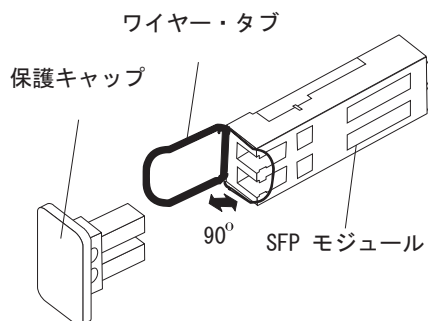

図 29. SFP モジュール・ラッチのアンロック - ワイヤー・タブの場合
- ・ワイヤー・タブが入っている SFP モジュールの場合は、62 ページの図 29 に示すように、ワイヤー・ラッチを外側に 90° 引いて SFP モジュールのラッチをアンロックします。